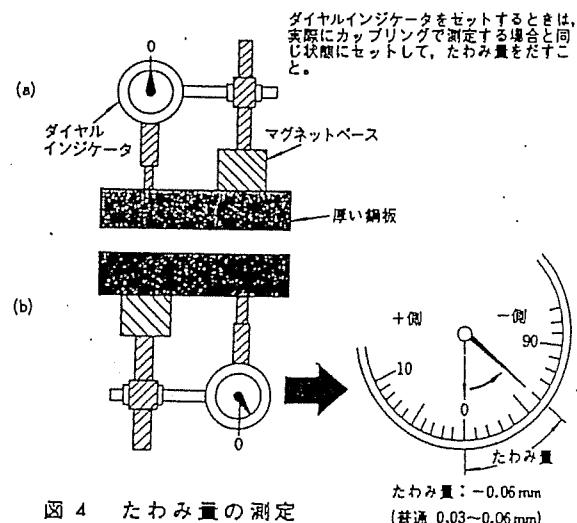

図4 たわみ量の測定
- ・図4(a)のようにダイヤルインジケータをできるだけ厚い鋼板上に取付けます。
- ・図4(b)のように天地逆にして、ダイヤルインジケータの指示を読みます。